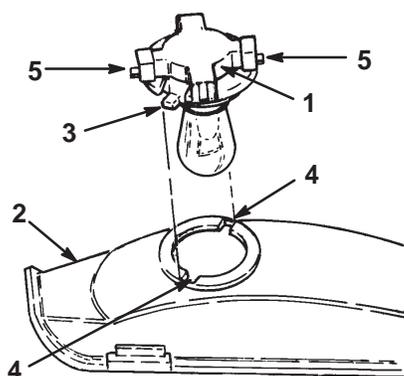

Abbildung 35
3. Die Birnenfassung um 1/4 Umdrehung im Gegenuhrzeigersinn drehen und vom Reflektor entfernen (Abb. 35).
2. Die Birnenfassung hat zwei Zungen (Abb. 35). Die Zungen auf die Schlitz im Reflektor ausrichten, die Birnenfassung in den Reflektor stecken und um 1/4 Umdrehung im Uhrzeigersinn drehen, bis sie stoppt.